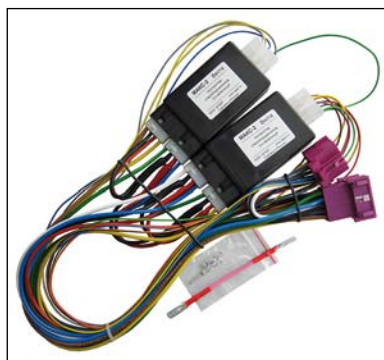

Рисунок 1. Комплект модулей
4.1 Каждый модуль комплекта (рисунок 1) представляет собой электронное устройство, состоящее из управляющего микроконтроллера и силовых цепей коммутации нагрузки. Микроконтроллер по сигналу от охранной сигнализации или при нажатии кнопок управления стеклоподъёмниками включает и выключает электродвигатели стеклоподъёмников по заданному алгоритму.